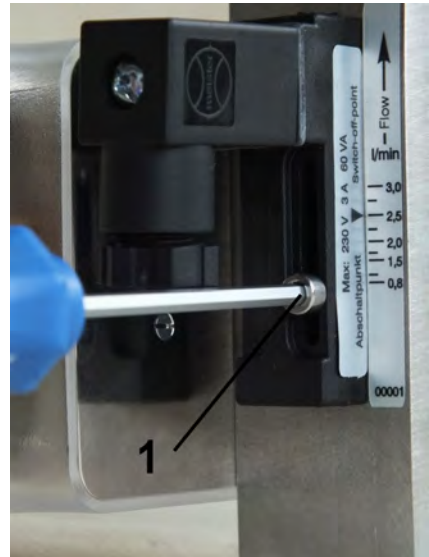

Abb. 33: Feststellschrauben lösen
1. Die Feststellschrauben des Schaltkontaktes (Abb. 33/1) mit einem Sechskant-Schraubendreher lösen.
3. Feststellschrauben des Schaltkontaktes (Abb. 33/1) mit einem Sechskant-Schraubendreher wieder anziehen. Dabei Schrauben-Anziehdrehmoment beachten.